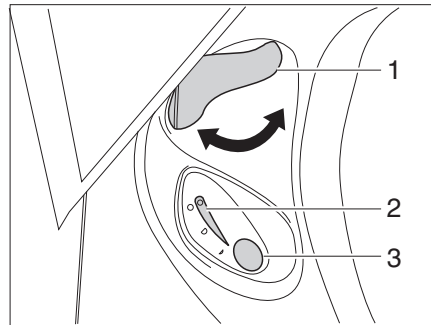

Bild 353 Reglage Thetford-toalett
- Öppna spjället på Thetford-toaletten före spolning. Därtill vrids spjällspaken (Bild 353,1) moturs.
- För att spola trycker man på den blå spolknappen (Bild 353,3).
- Efter spolning stängs spjället. Därtill vrids spjällspaken (Bild 353,1) medurs.
Kontrolllampan (Bild 353,2) lyser när Thetford-kassetten måste tömmas.
- Spjällspaken (Bild 353,1) vrids medurs. Spjället stängs. För att kunna tömma toaletten **måste** spjället vara stängt i Thetford-toaletten.